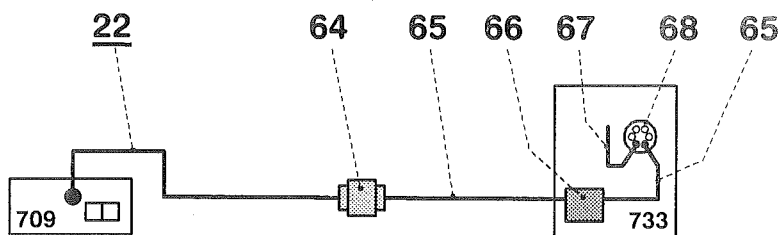

Fig. 13: Conexión a la válvula inyectora con capilares PEEK
- Conectar el otro extremo del capilar de conexión **22** a la pieza de unión **53** (con filtro) de la unidad de filtración **64** (véase *Fig. 13*).